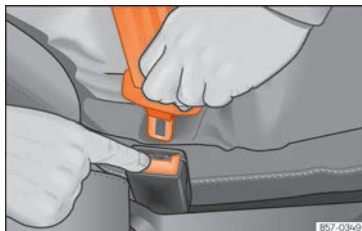

Fig. 11 Relâcher la languette du boîtier de verrouillage la fermeture de la ceinture.
- Appuyez sur la touche rouge sur le boîtier de verrouillage » » fig. 11. Le pêne sera expulsé du boîtier de verrouillage.